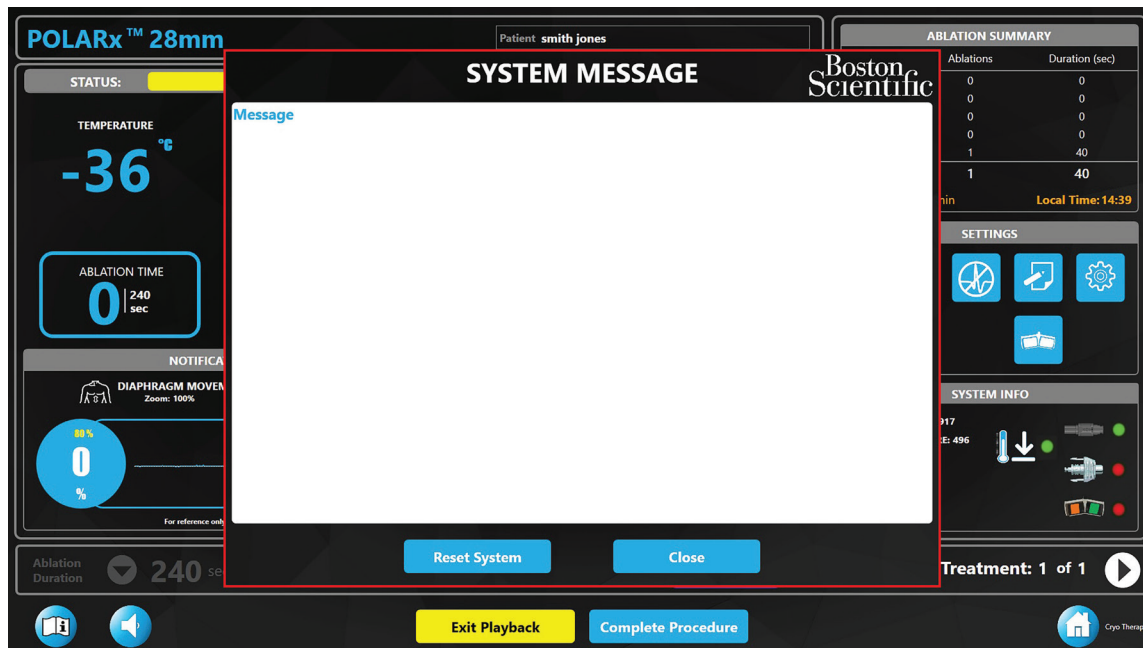

Figura 23. Mensaje del sistema borrado
- Pulse el botón **Close** (Cerrar) para cerrar la ventana **System Message** (Mensaje del sistema) (consulte la Figura 23).